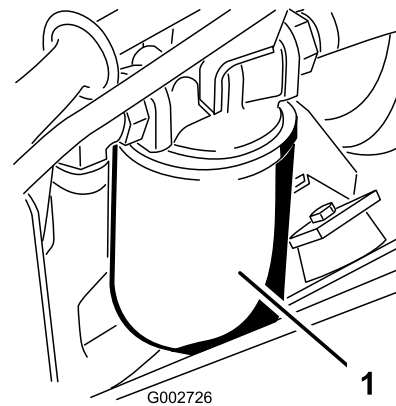

Figura 40
3. Coloque un recipiente debajo del filtro de aceite hidráulico que está situado en el lado izquierdo de la máquina (Figura 40).